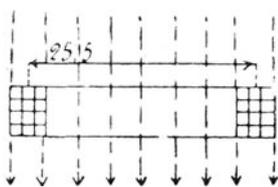

Fig. 66.
beträgt. Dieselbe wird vertikal so aufgestellt, daß die Ebene der Windungen von Osten nach Westen zeigt. Welche Elektrizitätsmenge wird in dem geschlossenen Stromkreise von 20 [40] (60) Ω Widerstand bei einer Drehung der Spule um 180° erzeugt, wenn die Horizontalkomponente H des Erdmagnetismus für den Aufstellungsort den Wert 0,2 [0,193] (0,19) Gauß besitzt? (Fig. 66.)